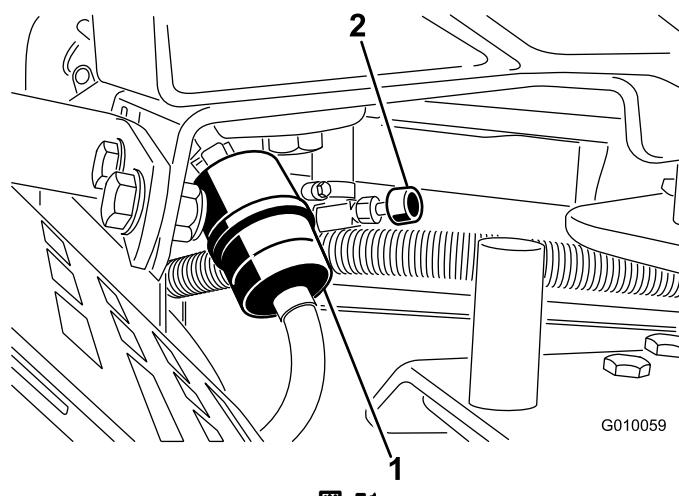

図 51
2. 燃料バルブを閉じる(図 51)。
3. 古いフィルタのクランプをゆるめて脇に寄せる(図 51)。
5. 新しいフィルタをホースに取り付け、クランプで固定する(図 51)。
7. 燃料バルブを開く(図 51)。
- 燃料バルブを閉じる（図 51）。
- 燃料フィルタについているクランプをゆるめ、フィルタからはずす（図 51）。
- フィルタから燃料ホースを抜き取る（図 51）。燃料バルブを開き、排出される燃料を容器に受ける。
- フィルタに燃料ホースをつなぎ、クランプで固定する（図 51）。